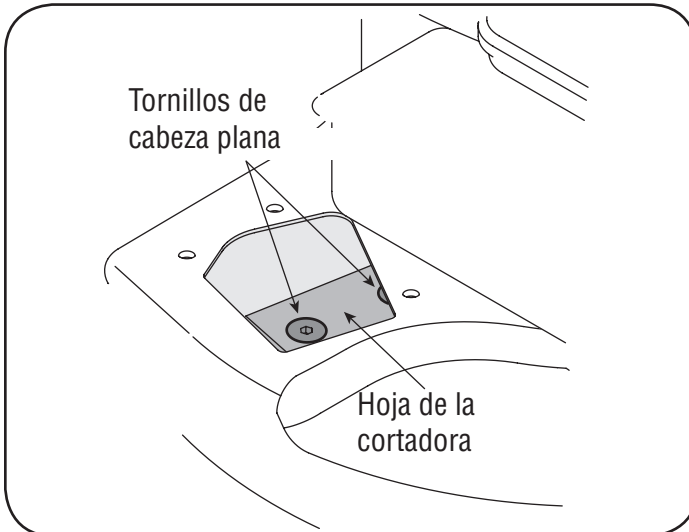

Figura 26
9. Mediante una llave Allen de 3/16", retire los tornillos de cabeza plana que sujetan la hoja de la cortadora al motor. Dichos tornillos son accesibles a través de la abertura que se creó cuando retiró el canal de la cortadora anteriormente. Vea la figura 26.